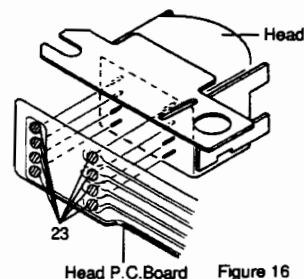
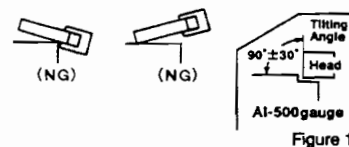

Figure 16
Figure 17
- (2) Remove solder 23 and remove the head from the head P.C.Board as shown in Figure 16.
- (3) After replacement, mount the new head following the removal steps in the reverse order.
- NOTE: ① When using the soldering iron, set the temperature of the soldering iron to $270^{\circ} \pm 20^{\circ} \text{C}$ and the soldering time to less than 1 second.
② Take care that the solder is not loose, that there is no shortcircuit and that the coating is not damage.
③ Do not bring the soldering iron near the head P.C.Board. Make sure that the head P.C.Board is not lifted.
④ Fasten the two screws with a fastening torque 1kg.cm. Note that the tension of the head spring can be decreased if the screws are fastened too strongly.
- (4) Adjust the height of the head as shown in Figure 17, 18 and 19.
- (2) 半田23を外し、ヘッド基板からヘッドを取り外します。(図16参照)
- (3) 良品のヘッドと交換後、取り外し方の逆の手順で取り付けます。
- [注意] ① 半田ゴテを使用する際、半田ゴテ先温度 $270^{\circ} \pm 20^{\circ} \text{C}$ 、半田付け時間1秒以下とする。
② ルーズ半田、ショート等のないこと。
③ ヘッド基板には、コテ先を当てないこと。又、ヘッド基板に浮きがない様に注意すること。
④ 2本のネジは1kgcmのトルクで締め付けること。但し、ネジを締め過ぎるとヘッドパネがヘタリ、バネ性がなくなるので注意すること。
- (4) ヘッド高さ調整を行います。(図17、18、19参照)